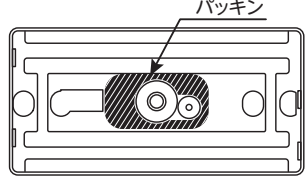

図10
2. パッキンの白い剥離紙をはがし、リモコンの裏面に貼り付ける。(図10)